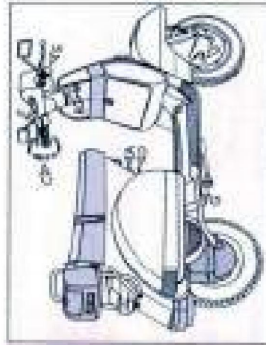

Fig. 31
2. STARTING THE ENGINE (Fig. 31).